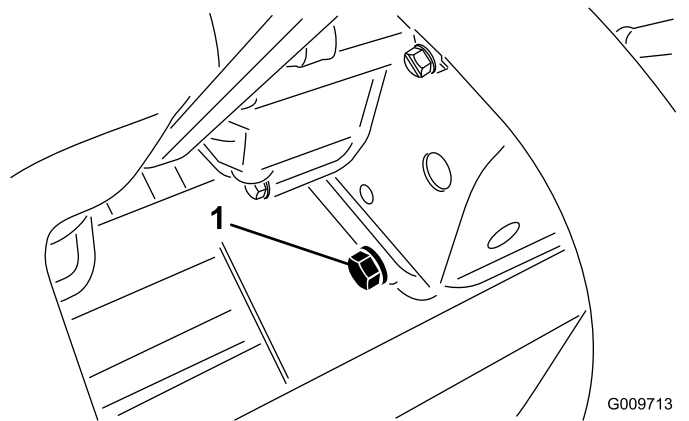

Bild 91
2. Entfernen Sie die Ablassschraube (Bild 91) und lassen Sie das Öl in die Auffangwanne ab.